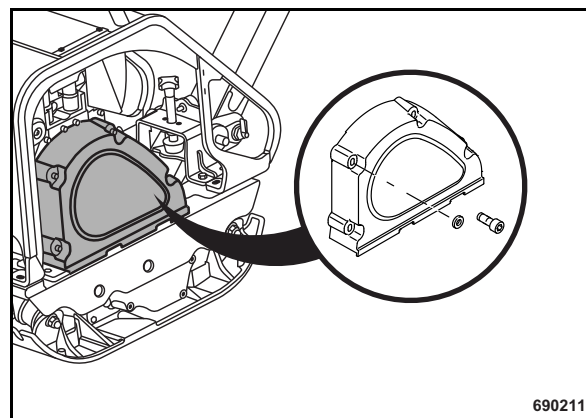
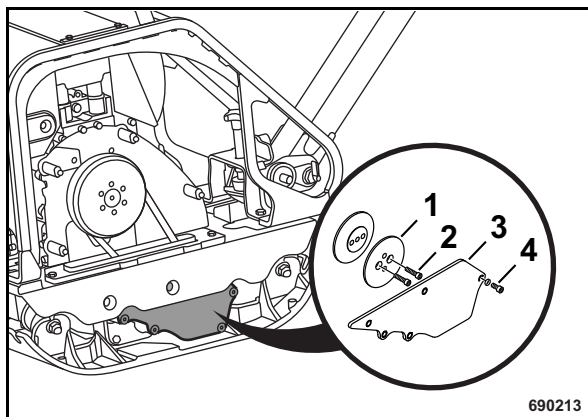

Fig. 41
Fig. 43
- Desmontar la protección de la correa trapezoidal (Fig. 41).
- Desmontar la tapa protectora (3) (Fig. 43).
- Soltar los tornillos (2).
- Retirar la polea delantera (1) del embrague centrífugo.
- Montar la polea delantera (1).
- Apretar los tornillos (2) (par de apriete: 35 Nm (26 ft.lbs)).
- Volver a montar la tapa protectora (3) y apretar los tornillos (4) (par de apriete: 15 Nm (11 ft.lbs)).
- Montar la protección superior de la correa trapezoidal (Fig. 41) .